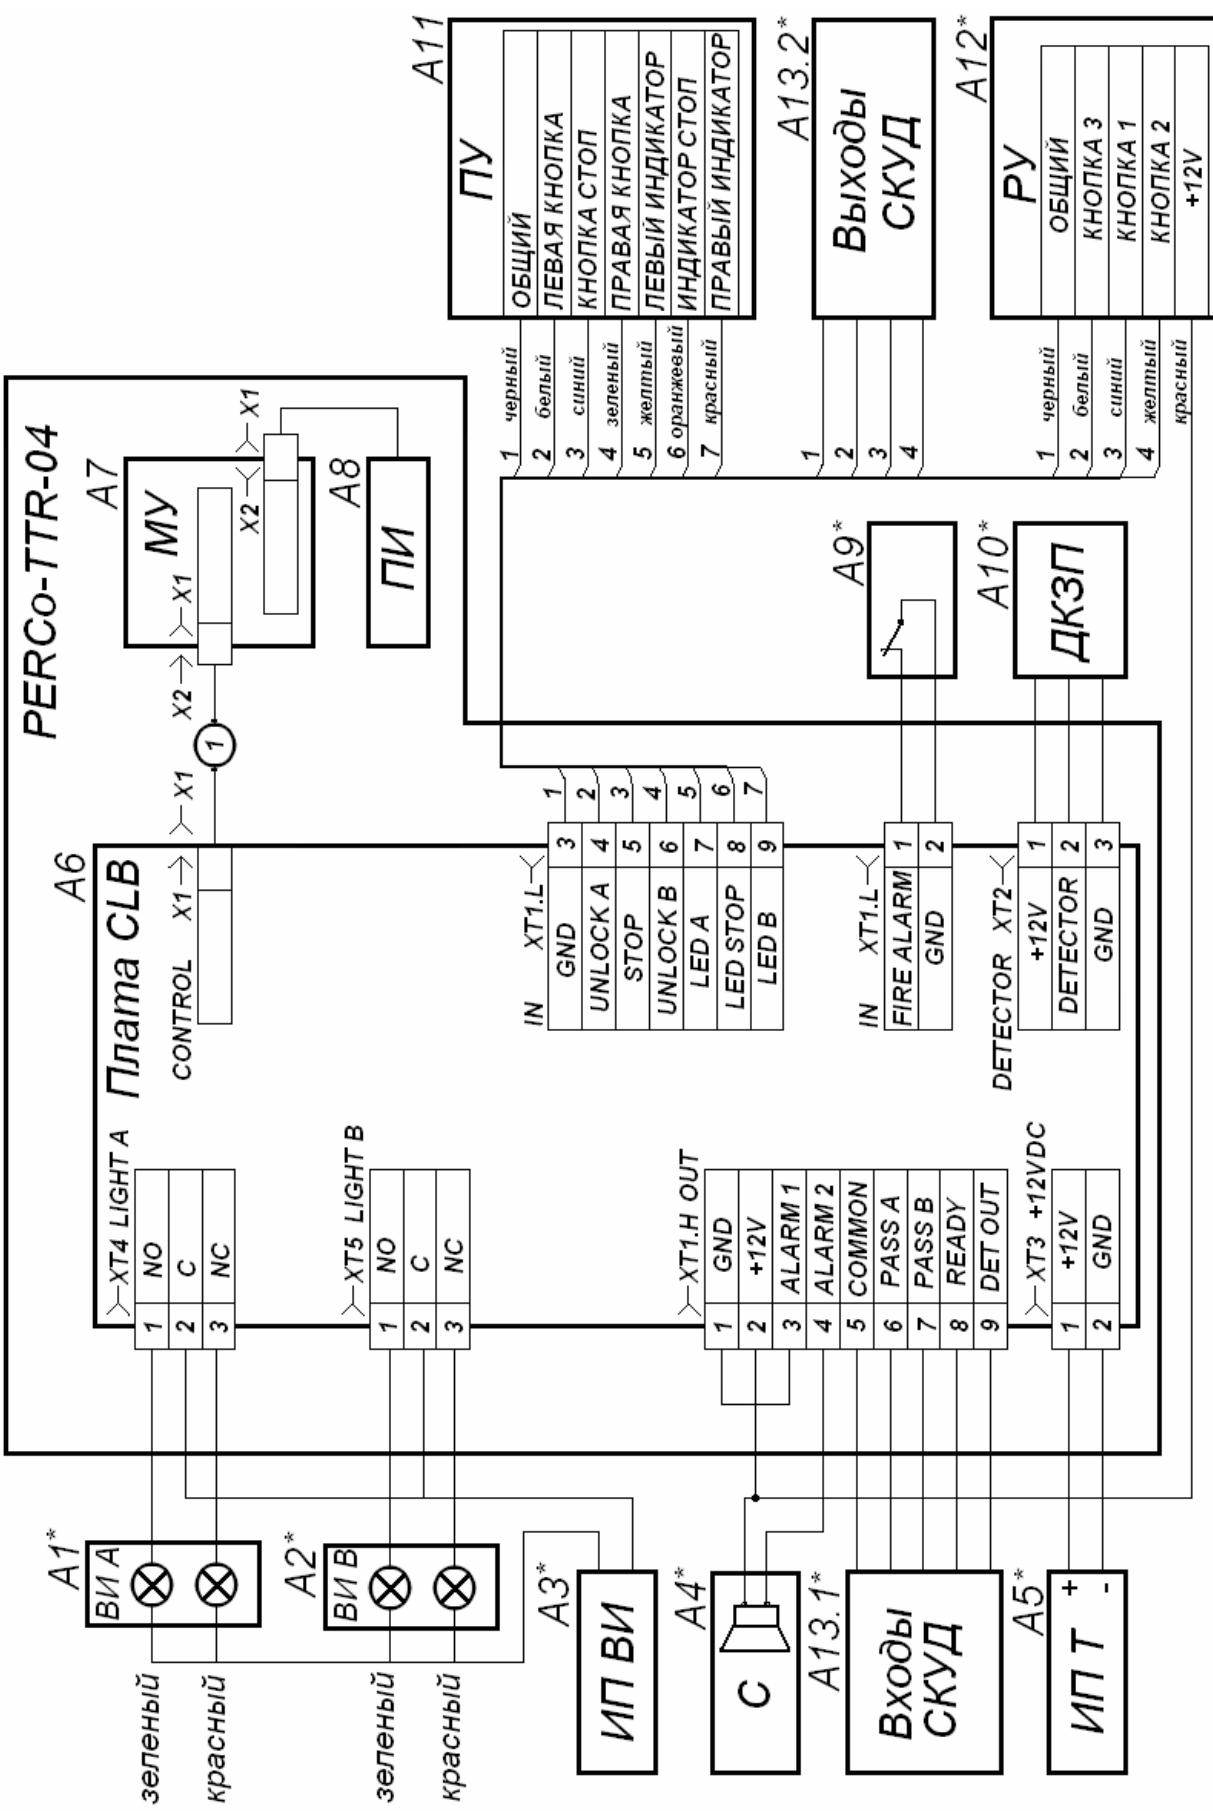

Рисунок 3 Схема электрических соединений (Описание элементов схемы указано в таблице 1)
5.2.3 Пульт управления / устройство радиоуправления / контроллер СКУД (10) и источник питания турникета (8) подключаются к плате CLB кабелями (9 и 11) в соответствии со схемой электрической соединений (см. рисунок 3).